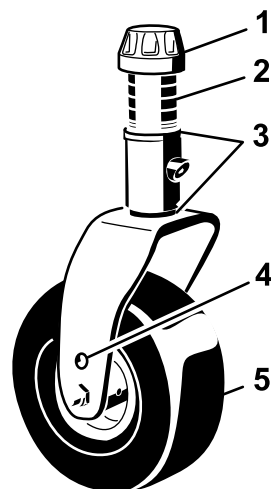
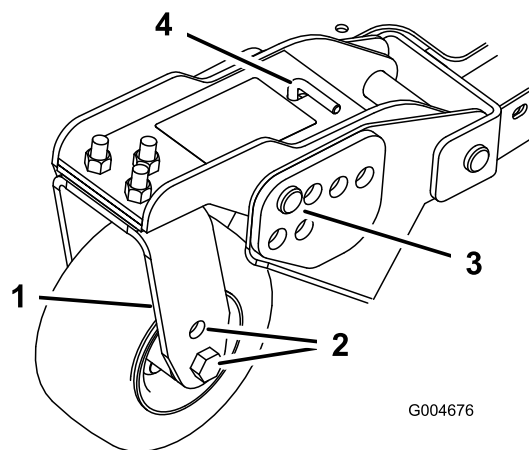
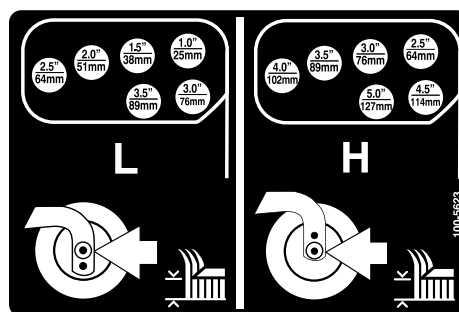

Figura 20
Figura 22
Figura 23
- Coloque os eixos da roda giratória nos mesmos orifícios em todas as forquilhas da roda giratória (Figura 20 e Figura 22).
- Retire a tampa de tensionamento do eixo roscado e desloque o fuso para fora do braço da roda giratória (Figura 20).
- Retire o contrapino tipo grampo e os pinos de segurança dos braços articulados da roda giratória (Figura 22).
- Rode a barra tensora para levantar ou descer o braço articulado, até os orifícios se encontrarem alinhados com os orifícios da altura de corte desejados, na estrutura da plataforma do cortador (Figura 22 e Figura 23).